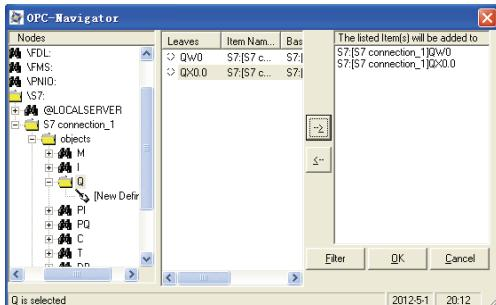

图 10-53 新建变量
2) 选择一个数据，单击“S7:”→“S7 connection\_1”→“objects”→“Q”→“New Definition”来添加一个变量，然后为变量选择数据类型、起始地址、数据长度，并添加到右侧窗口中，如图 10-53 所示。